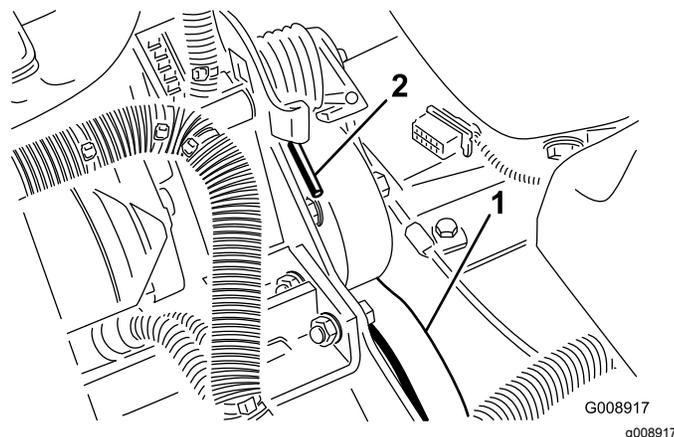

Figura 71
2. Empurre a mola para a frente e para trás (Figura 71) para a desprender do apoio e libertar a tensão da mola.